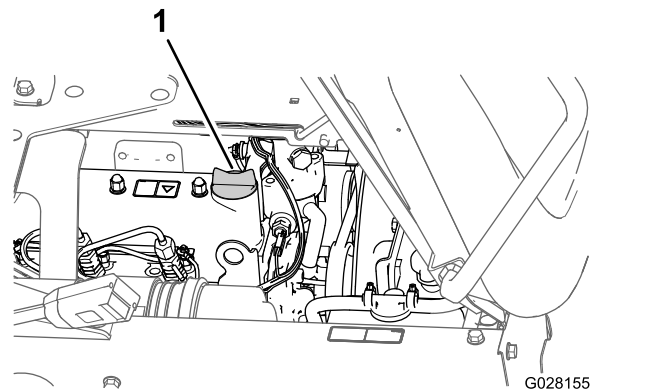

Figura 69
3. Si el nivel de aceite es bajo, retire el tapón de llenado de la tapa de válvulas y vierta aceite por el cuello de llenado hasta que el aceite llegue a la marca Lleno de la varilla (Figura 69).